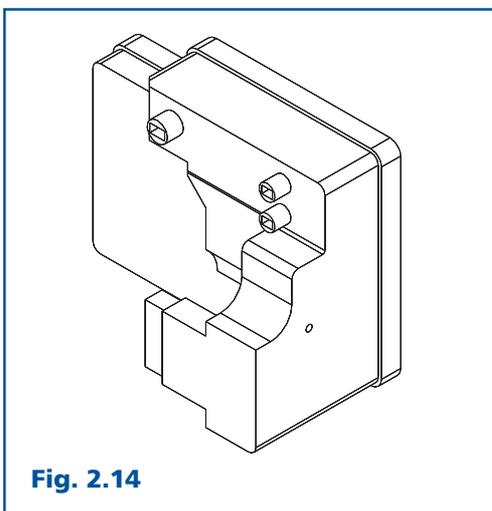

Fig. 2.14
2.9 Apparecchiatura controllo fiamma (Fig. 2.14)